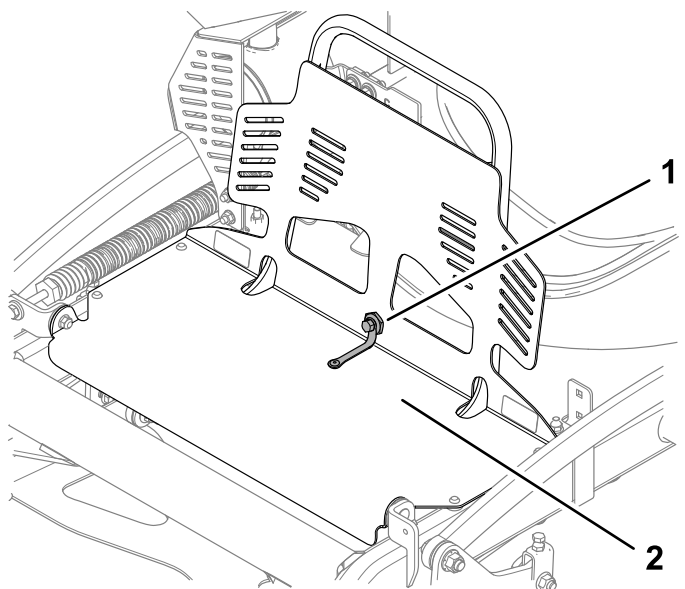

Bild 29
1. Entfernen Sie die Schraube und die Ansatzmutter, die den Motorschutz an der Schutzverlängerung befestigen (Bild 29).
- Befestigen Sie den Motorschutz mit der Schraube und der Ansatzmutter an der Schutzverlängerung, wie in **Bild 29** dargestellt.